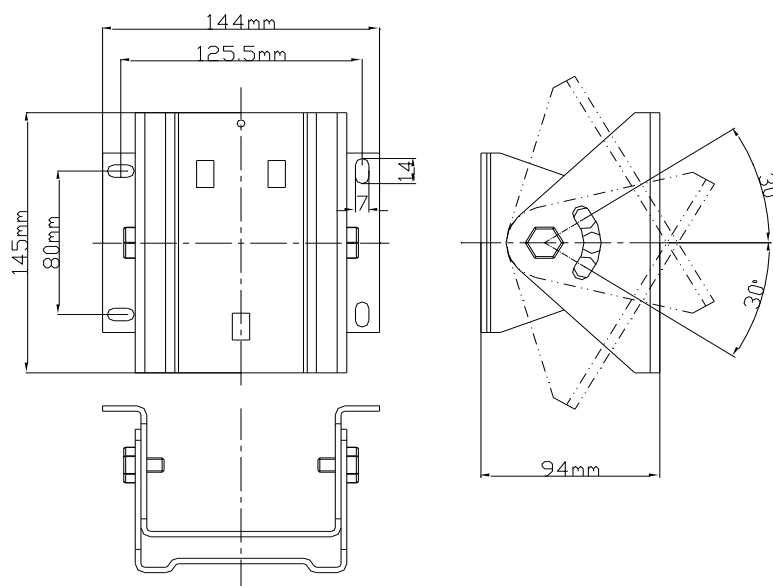

图3 壁挂安装用调节架的外形示意图
2. 调节架可沿轴心转动 60°，调节架外形示意图如图 3 所示。